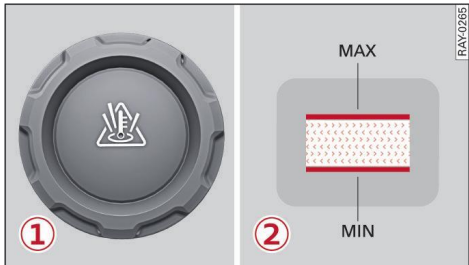

Fig. 160 Compartimento del motor - Depósito de expansión del líquido refrigerante (representación gráfica): ① tapa; ② marcas
- ▶ Compruebe el nivel del líquido refrigerante en el depósito de expansión ⇒ *pág. 271, fig. 156* mediante las marcas exteriores ② ⇒ *fig. 160.* Estando el motor frío, el nivel del líquido refrigerante debe estar entre las marcas ②. Estando el motor caliente, el nivel también puede estar un poco por encima de la marca superior.
- ▶ Desenrosque el tapón ① ⇒ *fig. 160* cuidadosamente hacia la izquierda ⇒ .
- ▶ Reponga líquido refrigerante en la proporción correcta ⇒ *pág. 276* hasta la marca superior ② ⇒ *fig. 160.*